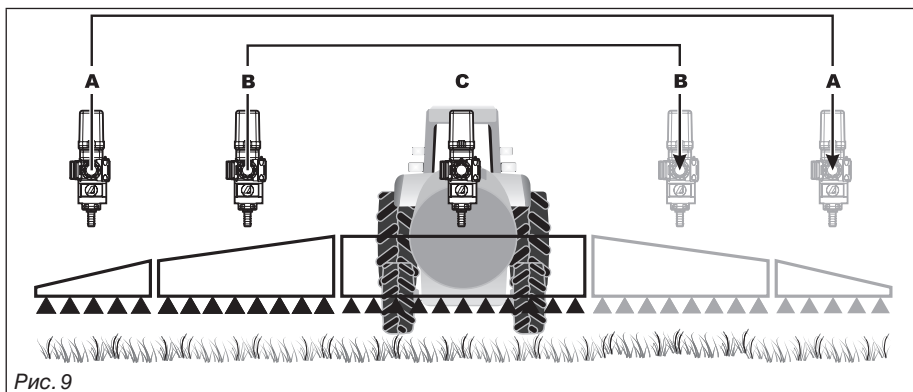

Рис. 9
- **число форсунок для каждого секционного клапана ЗЕРКАЛЬНО (Рис. 9)** выполните регулировку только для одной стороны блока управления (правой или левой штанги, клапаны **А, В, С**): для регулировки другой стороны штанги поверните аналогичным образом ручки компенсационных кранов, соблюдая соответствие клапанов (Рис. 9).